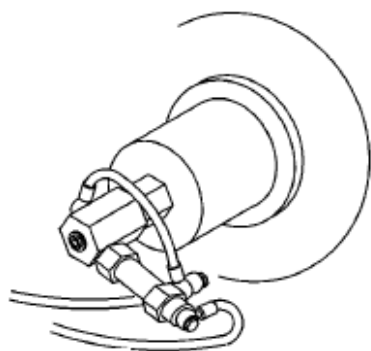

Рисунок 1
1) Обратный клапан на гидравлической линии самоцентрирующегося устройства (находится внутри поворотной муфты (см. рис. 1) позволяет избежать возможного падения колеса вследствие случайного разрыва гидравлического контура.